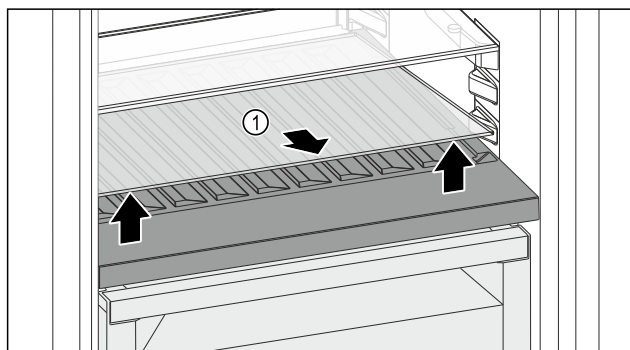

Fig. 139
- 抬起前部槽上的玻璃隔板 Fig. 139 (1) 并取出。
- 将玻璃隔板 Fig. 139 (1) 稳妥地放在冰箱外。